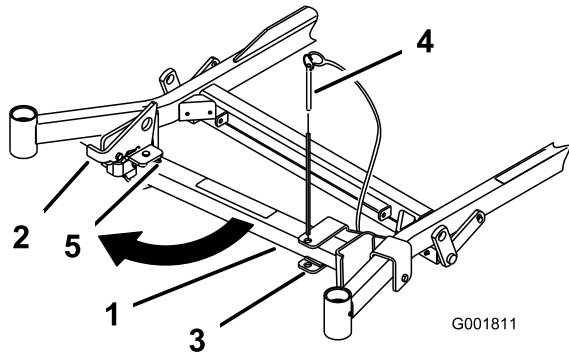
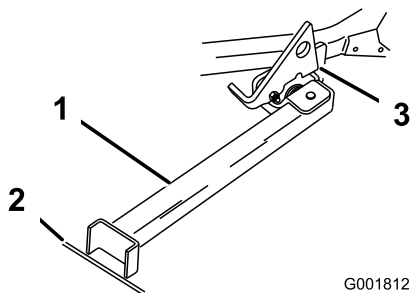

Figura 47
Figura 48
- Togliete il perno dalla staffa (Figura 47).
- Portate il piede del supporto sul davanti e spostatelo verso la macchina, nell'intaglio inferiore (Figura 47 e Figura 48).
- Mettete a terra il piede del supporto e appoggiate il dispositivo di chiusura sull'aletta orientabile (Figura 48).
Nota: Per ottenere risultati ottimali, appoggiate il piede del supporto nelle fessure del marciapiede o nel tappeto erboso (Figura 48).
- Guidate la macchina sul supporto. Fermatevi quando il dispositivo di chiusura cade sull'aletta e si chiude (Figura 48).
- Riportate il supporto in posizione di riposo (Figura 47).